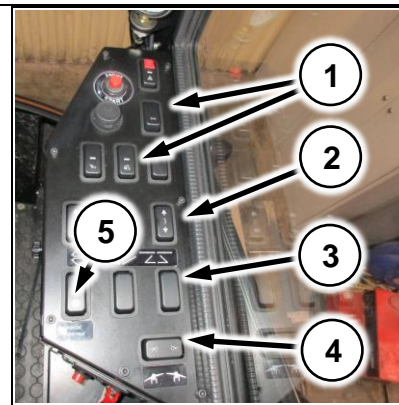

Рис. 6
- (Рис. 6/1) – освещение (ближний свет, передние и задние ПТФ)
- (Рис. 6/2) – клавиши управления раскладыванием навесного оборудования
- (Рис. 6/3) – клавиша включения питания фишек в электрощите в моторном отсеке (Рис. 24/11)
- (Рис. 6/4) – клавиша управления системой принудительного наклона штанги
- (Рис. 6/5) – клавиши включения навесного оборудования